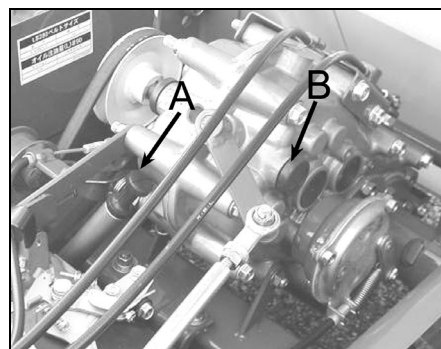

Figure 11(LS280)
Reportez-vous au manuel du propriétaire du moteur livré avec la machine. Vérifier le niveau d'huile sur la jauge (A, figure11, 12).SAE 10W30 o API SL classe.
2. Retirez le bouchon huilage (B figure11) à la hausse de l'affaire de transmission.